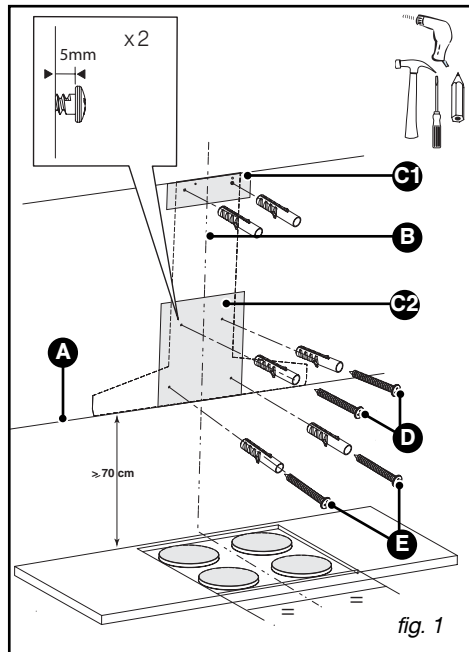

fig. 1
– Vissez les deux vis du haut de la hotte (D/fig.1) en les laissant dépasser de 5 mm.